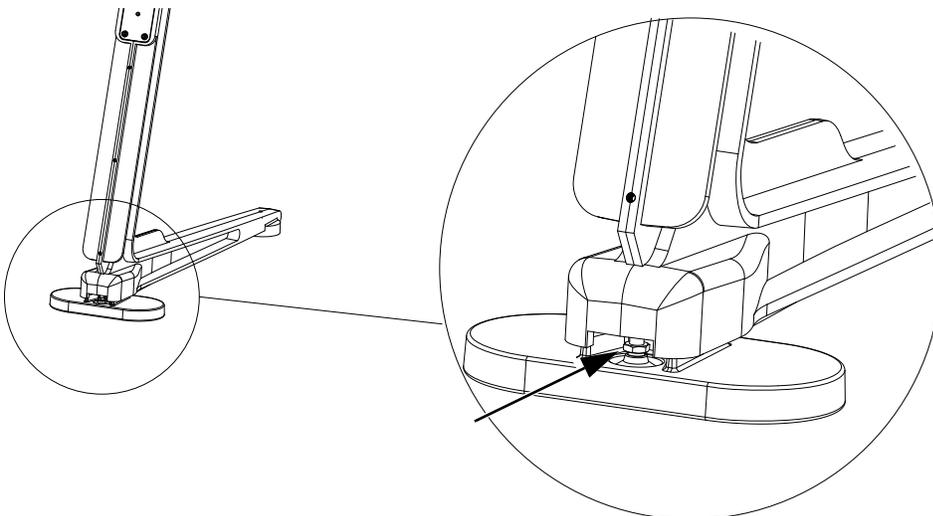

Abbildung 7. Stellfuß des hinteren Standbeins
- Richten Sie die hinteren Stellfüße mithilfe des 13-mm-Doppelgabelschlüssels (mit den Standbeinen mitgeliefert) aus (siehe Abbildung 7). Wenn Sie von oben auf die Stellfüße schauen, drehen Sie den Schraubenschlüssel im Uhrzeigersinn, um den Stellfuß höher zu stellen, und gegen den Uhrzeigersinn, um ihn niedriger zu stellen.